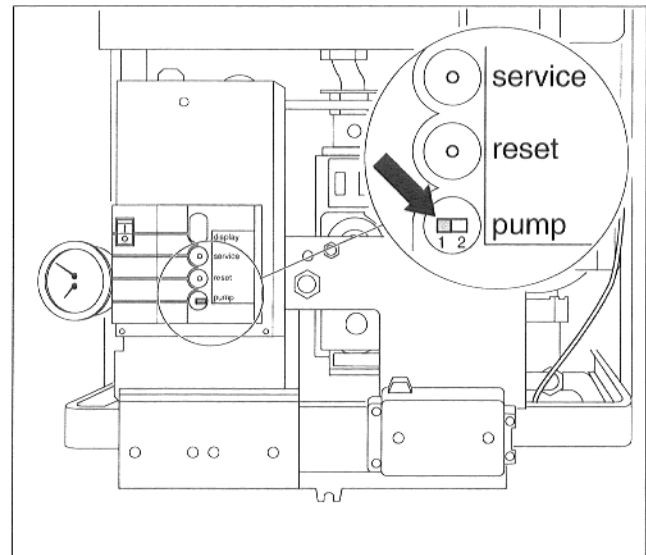

Abb. 16 Schalter Pumpennachlaufzeit
- Schalter „pump“ (Abb. 16) in Stellung 1 bringen: Pumpennachlaufzeit 4 min.